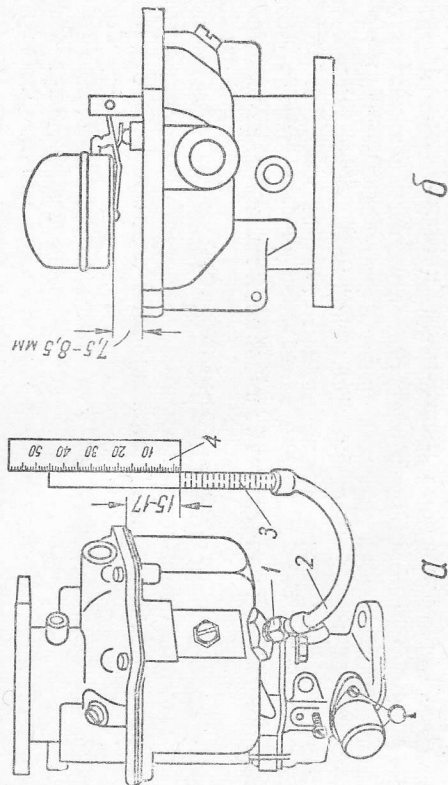

Рис. 65. Проверка уровня топлива в поплавковой камере карбюратора:
5. Проверить уровень топлива в поплавковой камере карбюратора при помощи приспособления, состоящего из резиновой 2 и стеклянной 3 трубочек со специальным наконечником 1 (рис. 65, а). Последовательность выполнения работы:
6. Проверить правильность положения запорной иглы и поплавка (рис. 65, б). Работа производится для определения